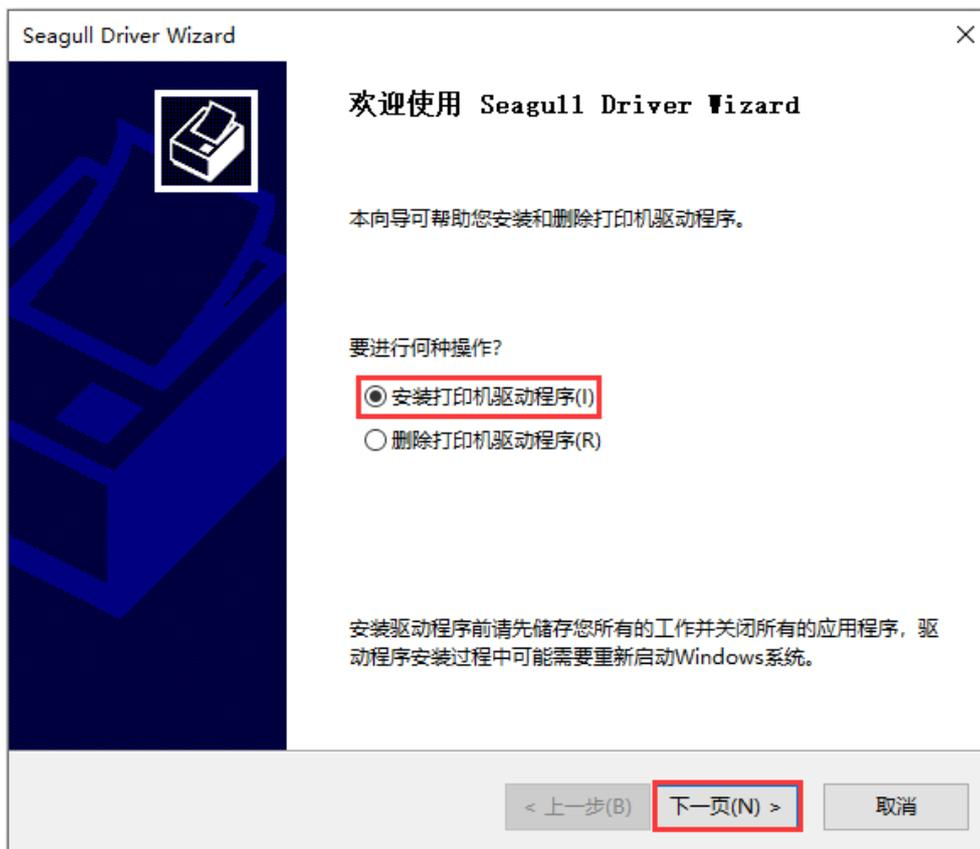

图 2-33 驱动安装向导界面
- 在“驱动程序安装向导”界面中，选择“安装打印机驱动程序(I)”，然后点击“下一页”，如图 2-33 所示；